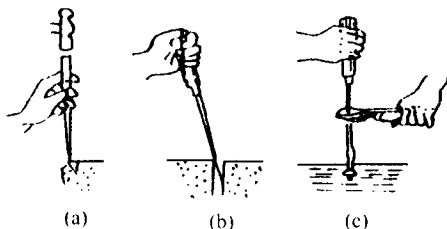

图1-5 旋具的错误用法
(2) 旋具刃口端要和螺钉槽口相适应,大小合适。如太薄易断裂,太粗则嵌不进槽口内,都会损坏旋具和螺钉槽口。
(3) 使用旋具前应擦净刃口端上的油污,以免工作时出现滑脱。
(4) 使用旋具时,以右手握持旋具,手心抵住柄端,使旋具刃口与螺钉槽口垂直而吻合,以防旋具滑槽伤手。当开始旋松或最后旋紧时,应用力将起子压紧再用手腕按需要扭转。当螺钉松动后,即可使手心轻压旋具柄,用拇指、中指、食指快速扭转。使用较长的旋具时,可用右手压紧和转动手柄,左手握旋具柄中部,使它不致滑脱,以保证工作安全。
(5) 不可将工作物拿在手上拆装螺钉,一旦旋具滑出,就有伤手的可能,所以需要将工作物夹住进行操作。
(6) 不可用旋具当凿子或撬棒使用(穿心旋具除外),或用手锤敲击旋具头,也不能在旋具柄和刃口处用钳子或扳手来增加扭力(图1-5),以防扭弯旋具。